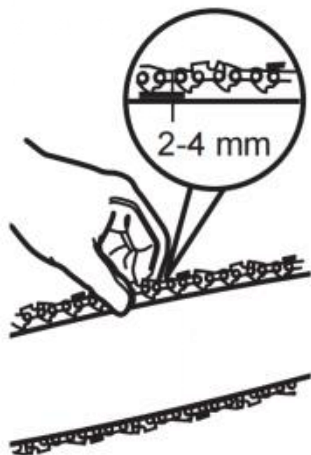

Fig. 15
1) Controleer de kettingspanning door met één hand de zaagketting (C12) tegen het gewicht van het product op te tillen. De juiste kettingspanning is bereikt wanneer de zaagketting ongeveer 2-4 mm van de geleiderail (C13) in het midden kan worden opgetild (fig. 15).